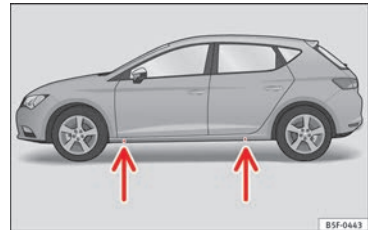

Abb. 74 Querträger: Marken.
- Suchen Sie am Längsträger die Markierung des Aufnahmepunktes für den Wagenheber (Eindrückung), die dem zu wechselnden Rad am nächsten liegt » **Abb. 74.**